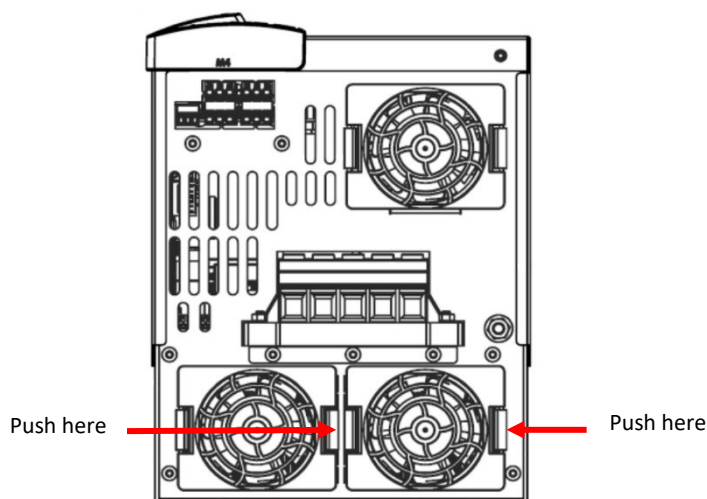

FIG. 21-Estrarre ventole radiatore / Air cooling fans extraction
- Rimuovere le ventole di raffreddamento del radiatore premendo le alette del supporto e tirandolo all'esterno (**FIG. 21**); disconnettere poi il cavetto di alimentazione
- Remove the heatsink cooling fan by push and pull the fan support (**FIG. 21**); disconnect the power supply cable from the connector.